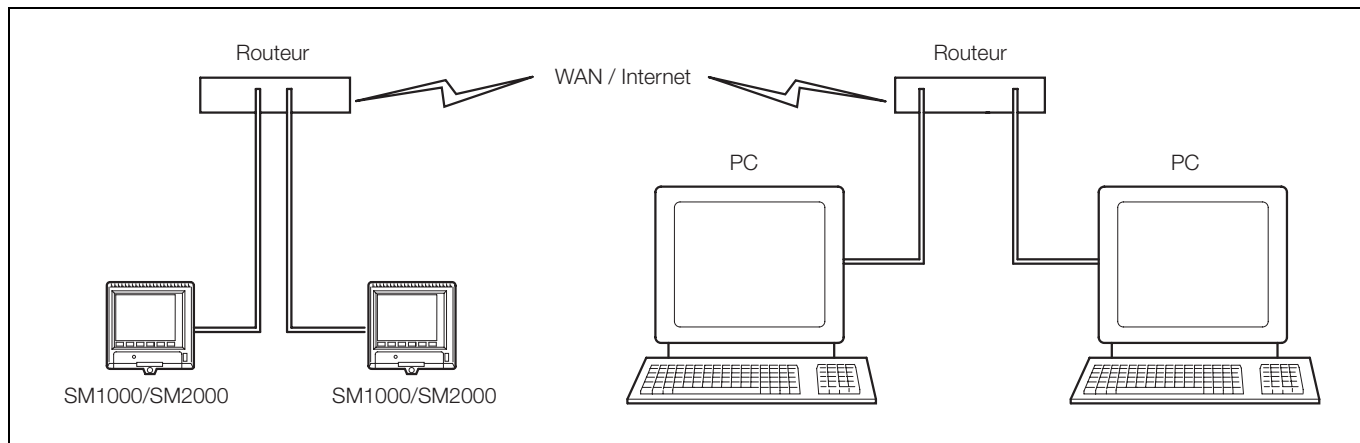

Fig. 2.5 Connexion à un routeur commuté
- Connexion à un routeur commuté – voir Fig. 2.5
2.4 Connexion à un routeur commuté – Fig. 2.5